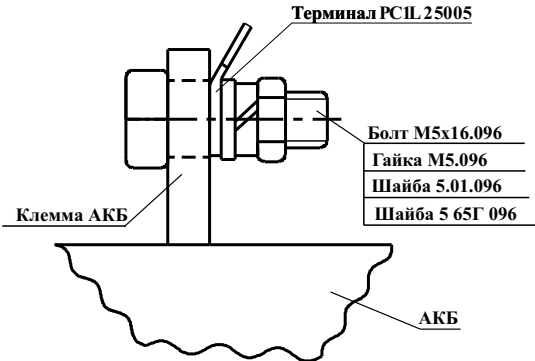

Рисунок 2
Подключение источника к АКБ 17 А·ч производится через терминал (см.рисунок 2), входящий в комплект поставки источника.
- 8.2 При отсутствии АКБ измерение напряжения на выводах для подключения АКБ (см.рисунок 2) является не корректным, его величина не регламентируется.